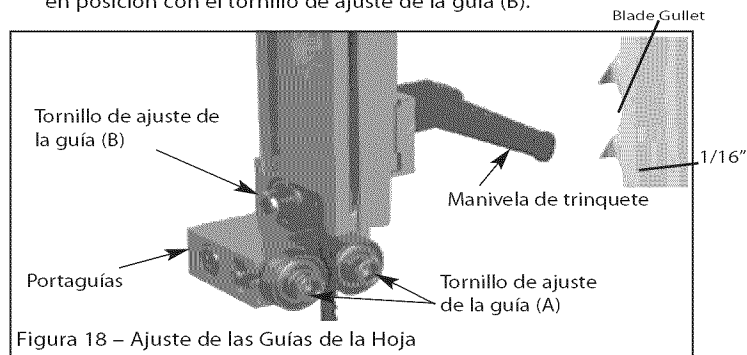

Figura 18 – Ajuste de las Guías de la Hoja
Véase la Figura 18.
- Para ajustar las guías superiores de la hoja, primero sitúe las guías derecha e izquierda de rodillo con respecto a la hoja (Figura 18) mediante el aflojamiento de la manivela de trinquete y el movimiento del portaguías hasta que ambas guías de rodillo estén a aproximadamente  $\frac{1}{16}$ " detrás de los espacios entre los dientes de la hoja de la sierra.
- Afloje el tornillo de ajuste de la guía (A) en cada lado de la hoja de la sierra para ajustar las dos guías de rodillo a no más de  $\frac{1}{32}$ " de la hoja de la sierra. No coloque las guías de rodillo demasiado cerca, porque eso afectará adversamente la vida útil de la hoja de la sierra.
- Desbloquee el tornillo de ajuste de la guía (B) para ajustar la guía del rodillo trasero para que quede apenas separada de la parte posterior de la hoja de la sierra.
- Cuando logre el ajuste correcto, fije la guía del rodillo trasero en posición con el tornillo de ajuste de la guía (B).